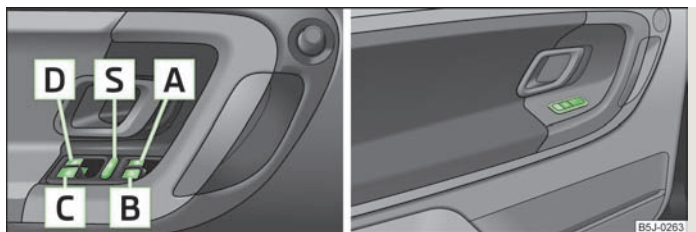

Fig. 18 Botões na porta do condutor / nas portas traseiras
- Se se transportarem crianças nos bancos traseiros, recomenda-se que desactive os elevadores eléctricos de vidros das portas traseiras (interruptor de segurança) **S** » Fig. 18.
Carregando no interruptor de segurança » Fig. 18, pode desactivar os botões dos elevadores de vidros das portas traseiras. Premindo novamente o interruptor de segurança , os botões dos elevadores de vidros das portas traseiras ficam de novo activos.